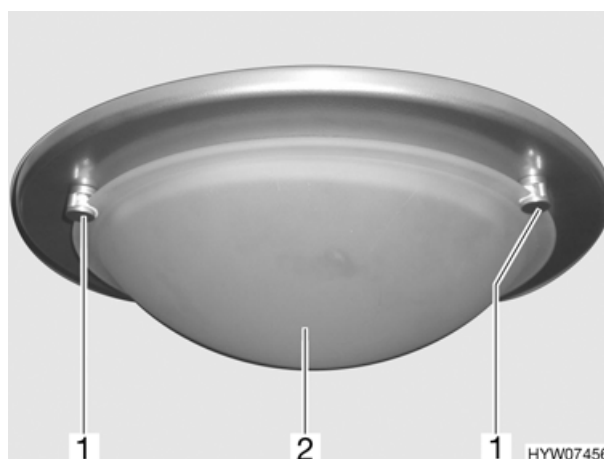

Fig. 108 Lampada a soffitto
- Girare di lato uno dei tre bloccaggi sulla lampada a soffitto (Fig. 108,1).
- Rimuovere la copertura della lampada (Fig. 108,2).